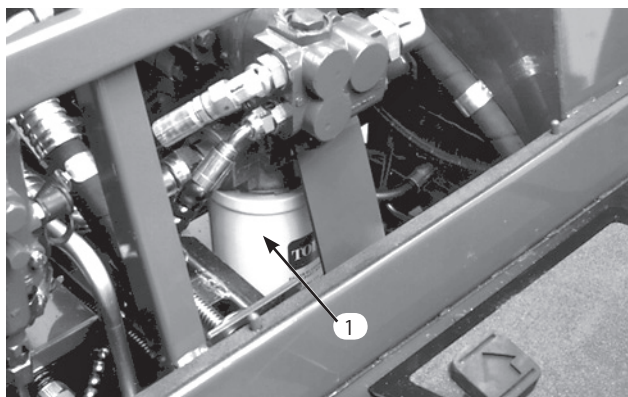

図43
2. フィルタ取り付け部付近をきれいに拭う (図43)。フィルタの下に廃油受けを置き、フィルタを外す。